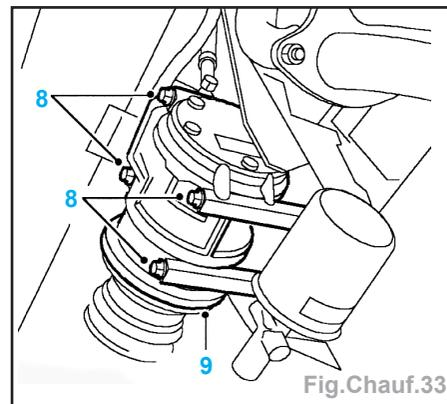

Fig. Chauf.33
- Déposer les 4 boulons (8) d'assemblage maintenant le compresseur sur le moteur (Fig. Chauf.33).
- Manœuvrer le compresseur (9) hors du support de fixation et le déposer par le bas du véhicule.